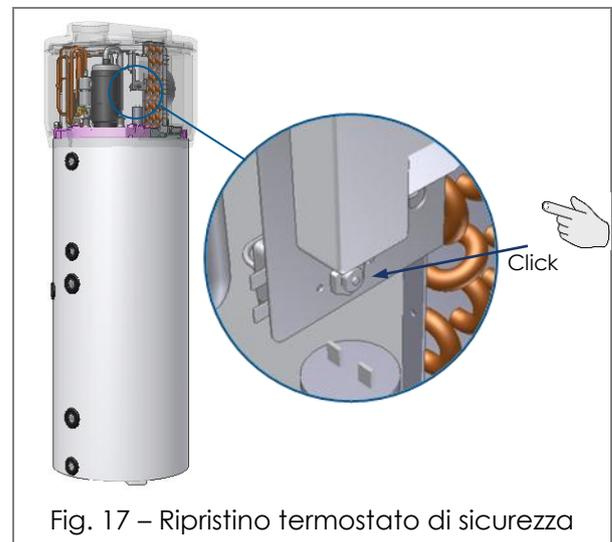

Fig. 17 – Ripristino termostato di sicurezza
- ripristinare manualmente dall'alto il termostato di sicurezza intervenuto (Fig. 17). In caso di intervento il perno centrale del termostato fuoriesce per circa 4 mm;